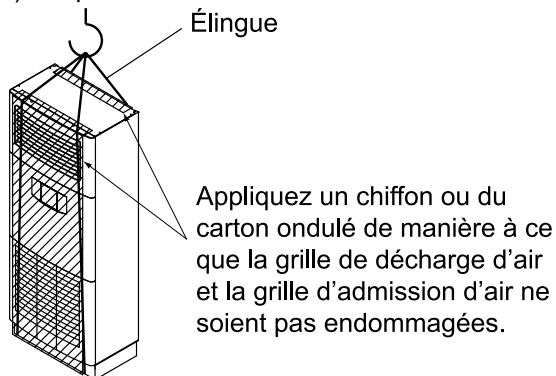

Fig. 1
- Si vous suspendez l'unité en vue du levage, utilisez une élingue souple (en tissu, nylon, etc.) comme indiqué ci-dessous (**reportez-vous à la fig. 1**).
(1) Suspension horizontale
(2) Suspension verticale